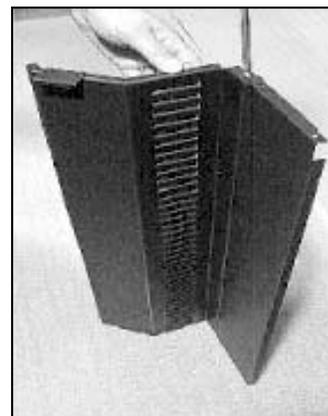
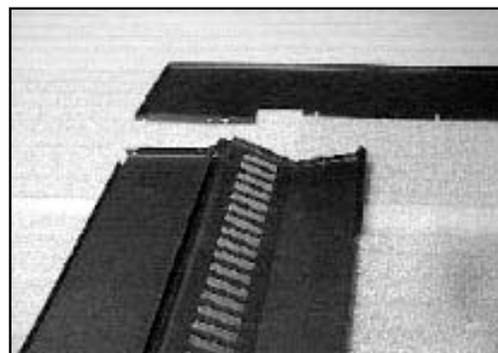

Figure 24.4
Figure 24.5
3. Tenez l'ensemble debout à son extrémité et attachez et installez (1) une vis de 203 mm (8 po)-813 mm (32 po) x 9,5 mm (3/8 po) à travers la languette du panneau et du rideau latéraux. **Figure 24.4**. Posez face cachée comme illustrée à la **Figure 24.5**.